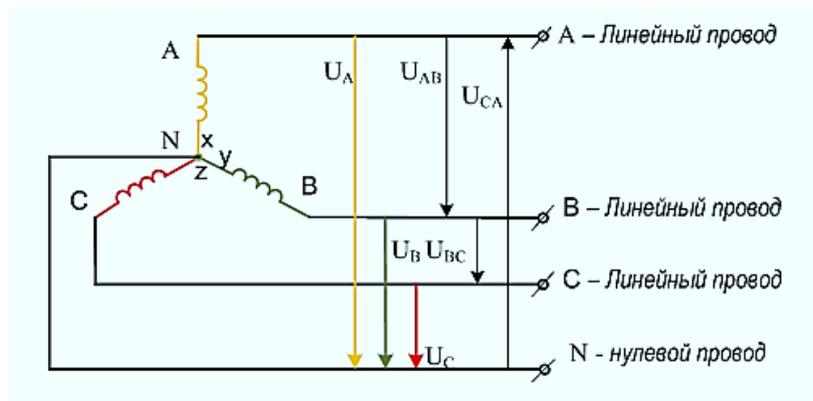

Рисунок 9.9 – Линейные и фазные напряжения при соединении «Звезда с нулевым проводом»
На электрической схеме (рисунок 9.9) обмотки статора трехфазного генератора располагают под углом 120° . При соединении обмоток звездой их концы X , Y и Z соединяют в одну точку O , называемую нулевой точкой или нейтралью (N) генератора. От нулевой точки к потребителям энергии прокладывают нулевой или нейтральный провод. Кроме нулевого к потребителям энергии прокладывают три линейных провода, которые соединяются с началами обмоток A , B и C .
При работе на нагрузку фазные напряжения отличаются от значения фазных ЭДС на величину потерь напряжения в обмотках (или внутреннего падения напряжения в обмотках). В режиме холостого хода фазное напряжение равно фазным ЭДС. При незначительных сопротивлениях обмоток и малых токах внутреннее падение напряжения можно не учитывать. При этом фазные напряжения будут мало отличаться от соответствующих ЭДС. Обратите внимание на стрелки (рисунок 9.9), указывающие положительное направление фазных напряжений.